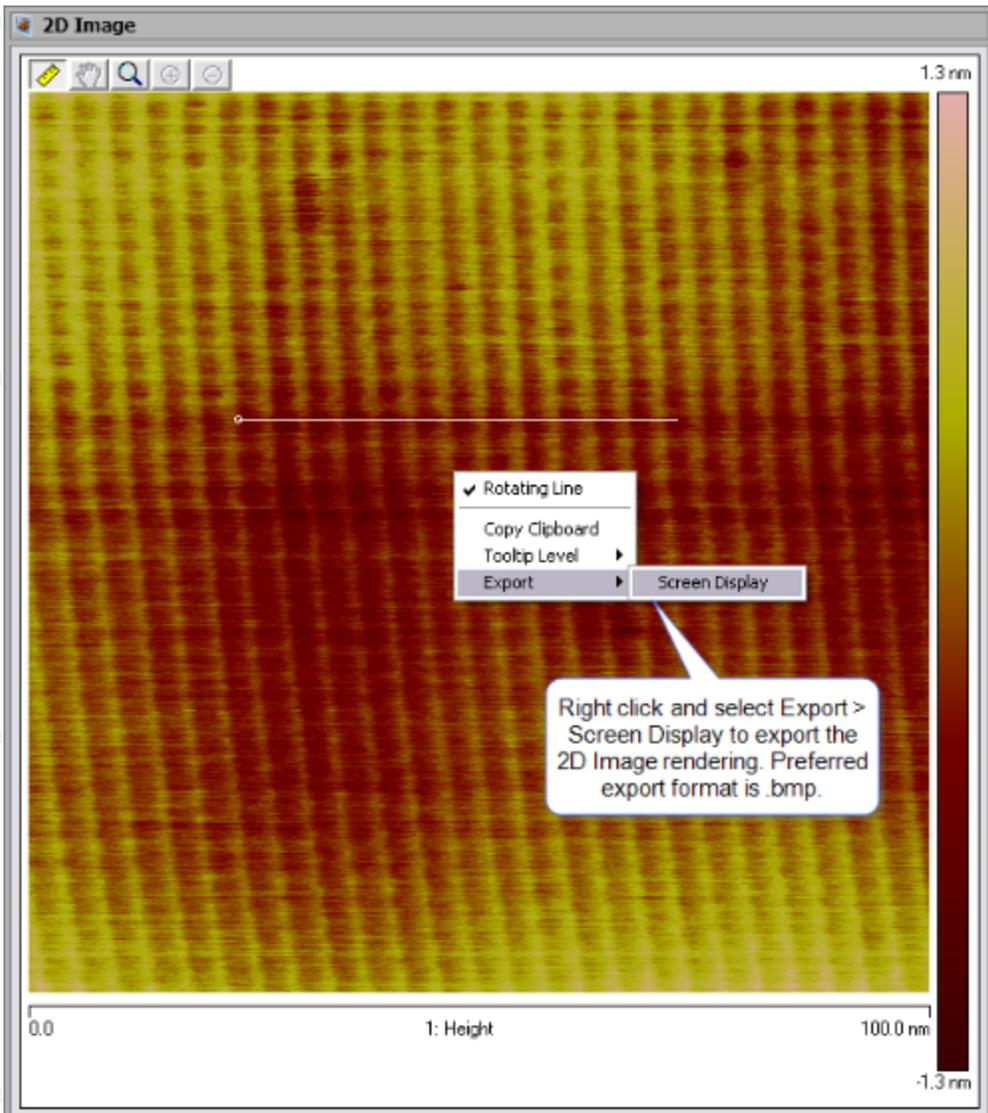

图2.5 导出菜单。
9. 为导出二维数据结果，右键在图像上单击选择Export > Screen Display，命名，选择路径保存。建议保存图像格式为.bmp，如图2.5所示。